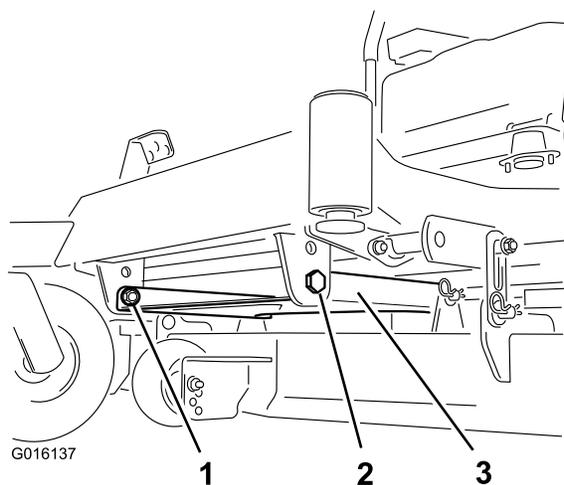

Bild 1
- An Maschinen mit einer Mähergehäusewanne müssen Sie die zwei Muttern und Schrauben entfernen, mit denen die Mähergehäusewanne vorne an der Maschine befestigt ist (Bild 1). Stellen Sie sicher, dass die Wanne montiert wird, wenn der Ballast befestigt ist.
4. An Maschinen mit einer Mähergehäusewanne müssen Sie die Mähergehäusewanne an der Maschine befestigen (Bild 1)